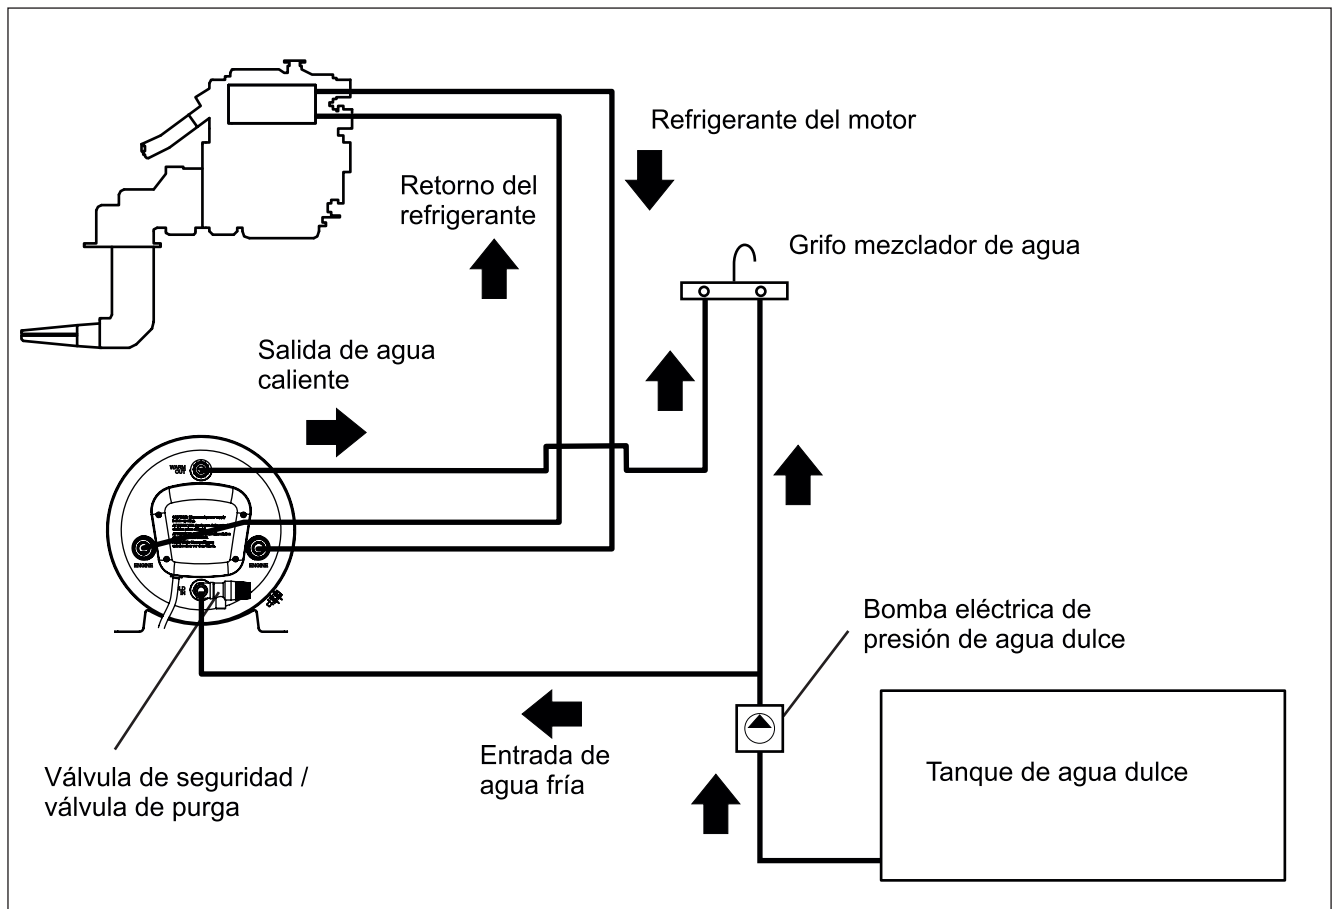

Fig. 1
El calentador de agua puede colocarse en cualquier lugar del barco, siempre y cuando las conexiones del intercambiador de calor del motor estén por debajo del depósito de agua de refrigeración del motor (Fig. 1). Es mejor si las mangueras entre el motor y el intercambiador de calor son lo más cortas posibles para que las pérdidas de calor y caudal sean mínimas. En muchas instalaciones, el intercambiador de calor del tanque se conecta simplemente en serie con el circuito de refrigeración del motor. En algunas instalaciones, se conecta en paralelo con un limitador/ desviador de caudal.
4.3 Conexiones al motor (véase el esquema eléctrico en la Fig. 1):
4.4 Conexiones al sistema de agua dulce (véase el esquema eléctrico en la Fig. 1):